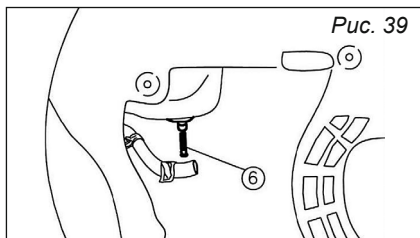

Рис. 39
3. Выньте топливный фильтр ⑥, *рис. 39.*